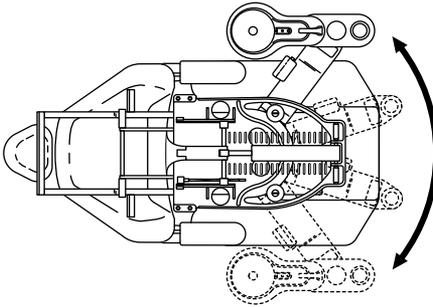

Figura 13. Girar la unidad y el adaptador
5. Gire la unidad y el adaptador hacia el lado contrario hasta el tope (véase la Figura 13).